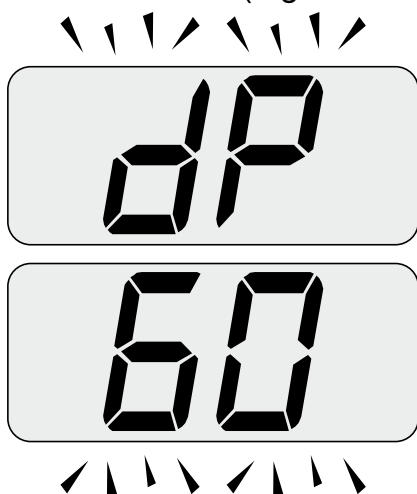

Figura 9.17
- Premendo ulteriormente il tasto 18 è possibile variare nuovamente la potenza in modalità spazzacamino: con visualizzazione sul display LCD delle lettere **DP** che si alternano con il valore di temperatura dell'acqua di riscaldamento (es.60), siamo "funzione spazzacamino" alla potenza massima in sanitario" (Figura 9.17);